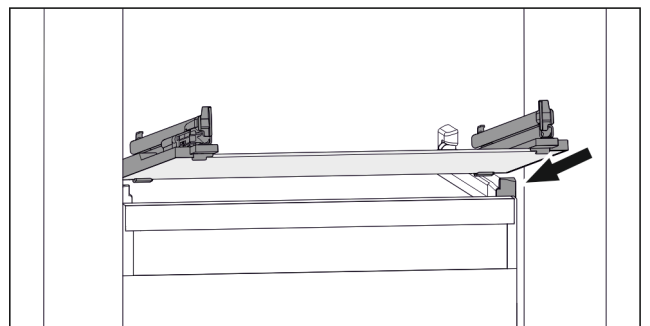

Fig. 130 Примерно изображение на стъклената плоча
- ▶ Поставете стъклената плоча под ъгъл зад ограничителите. (виж Fig. 130)